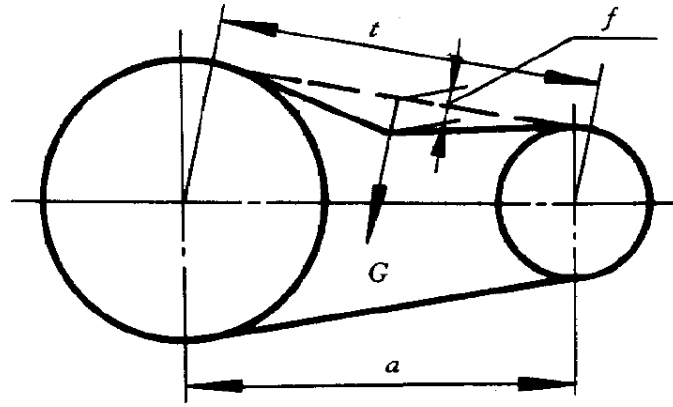

图 9-7 AIR7-920C(-HW)同步带安装挠度
- 步骤 7. 调节螺钉位置，调整同步带至合适的预紧力及安装挠度（参考图 9-7），推荐预紧力为 14.6N，安装挠度为 2.6mm。